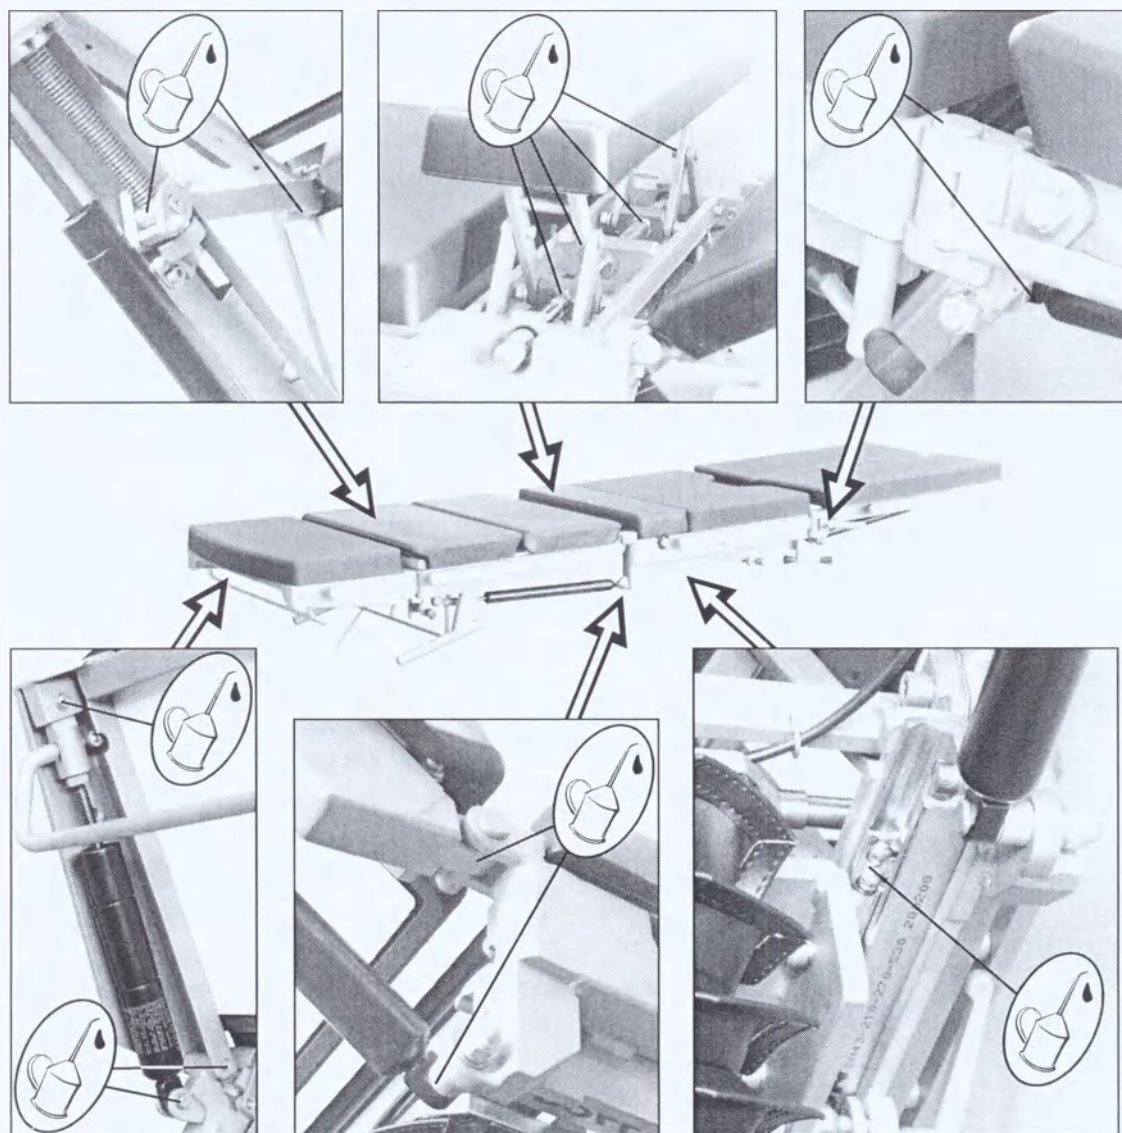

Рисунок 12.
- смажьте все подвижные соединения панели стола тонким слоем технического вазелина либо светлым машинным маслом (Рисунок 12);
Смажьте подвижные соединения панели стола (Рисунок 12) тонким слоем технического вазелина или светлым машинным маслом. Удалите излишки масла салфеткой